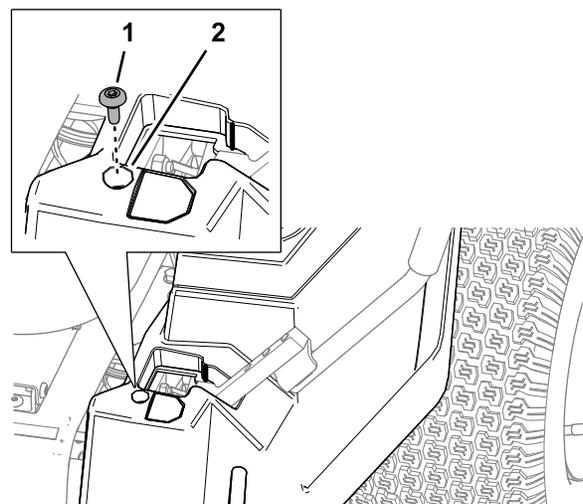

Bild 14
1. Entfernen Sie die Ansatzschraube ($\frac{1}{4}'' \times \frac{5}{16}''$) mit denen die linke Verkleidung an der Maschine befestigt ist (Bild 14).